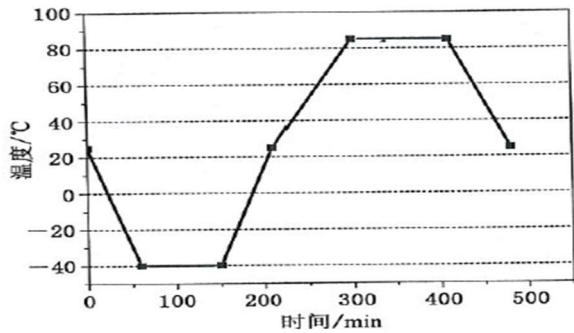

Figure 2: temperature cycle test
- ① Charge the cell according to term 7.2
- ② Place the cell into temperature box, the box is being adjusted according to Table 7 & Figure 2, cycle for 5 times.
- ③ Observe for one hour.
①使用平面状加热装置，并且其表面应覆盖陶瓷，金属或绝缘层，加热装置加热功率 300~1000W。完成单体电池与加热装置的装配，加热装置与电池应直接接触，加热装置的尺寸规格不应大于电池单体的被加热面；安装温度监测器，监测点温度传感器布置在远离热传导的一侧，即安装在加热装置的对侧（参见图 2），温度数据的采样间隔不应大于 1s，准确度应为±2℃，温度传感器尖端的直径小于 1mm；
②电池单体按 7.2 进行初始化充电后，再用 1C 恒流继续充电 12min；
③启动加热装置，并以其最大功率对测试对象持续加热，当发生热失控或监控点温度达到 300℃时，停止触发，关闭加热装置；
④记录试验结果。